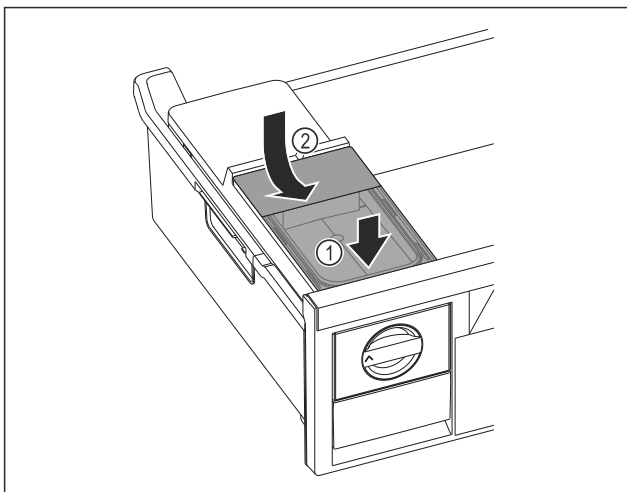

Fig. 76
- ▶ Wassertank vorne ansetzen. Fig. 76 (1)
- ▶ Wassertank hinten absenken. Fig. 76 (2)